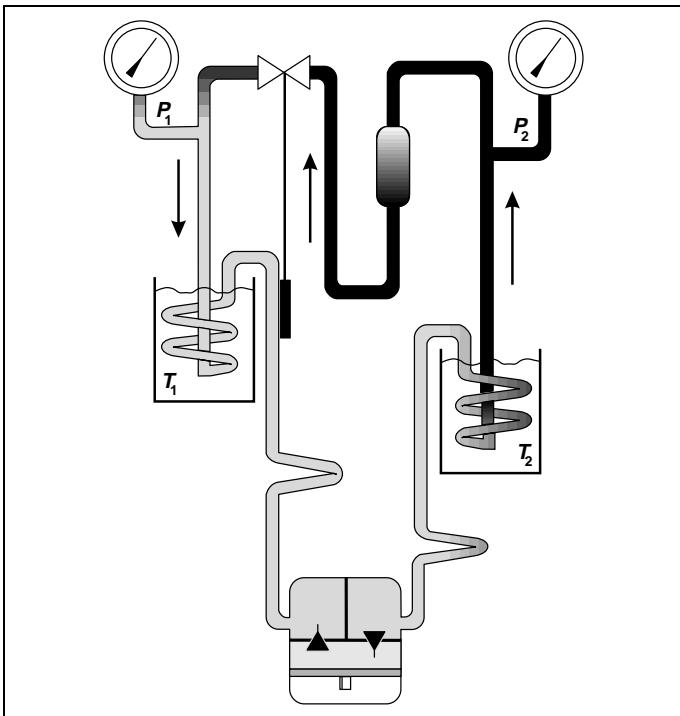

Fig. 2
2.1 Description des composants (fig. 2)
2.1 Descripción de los componentes (Fig. 2)